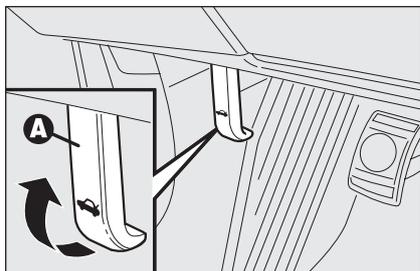

fig. 81
- tirare la leva **A-fig. 81** fino ad avvertire lo scatto di sgancio;